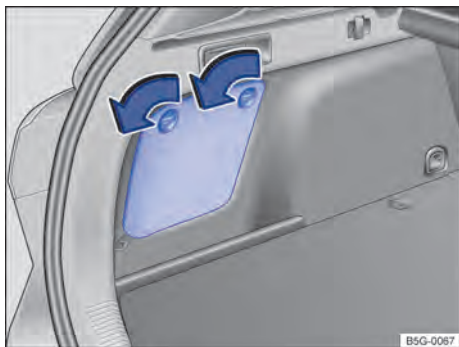
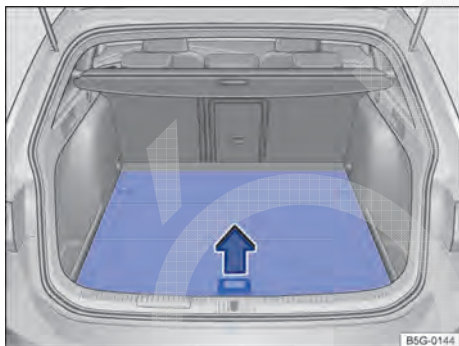

Fig. 195 No compartimento de bagagem: abrir porta-objetos lateral.
Fig. 196 No compartimento de bagagem: abrir assoalho do compartimento de bagagem.
compartimento de bagagem, no porta-objetos lateral atrás de uma cobertura → Fig. 195 ou embaixo do assoalho do compartimento de bagagem variável → Fig. 196.
- Para *abrir* o porta-objetos, girar os fechamentos até o batente no sentido da seta → Fig. 195.
- Para *abrir*, segurar no rebaixo no assoalho do compartimento de bagagem → Fig. 196 e levantar o assoalho do compartimento de bagagem no sentido da seta.